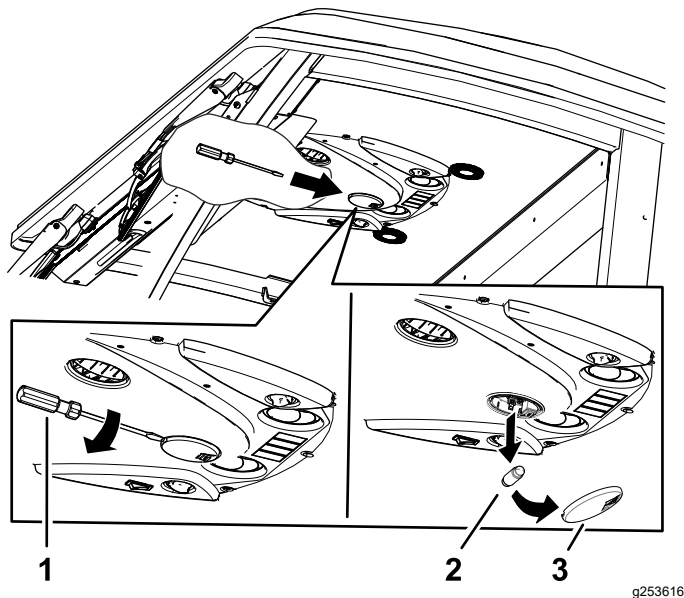

Figura 89
1. Rimuovete il vetro della luce dal quadro di comando con un cacciavite (**Figura 89**).
2. Rimuovete la lampadina dalla base della luce (**Figura 89**).